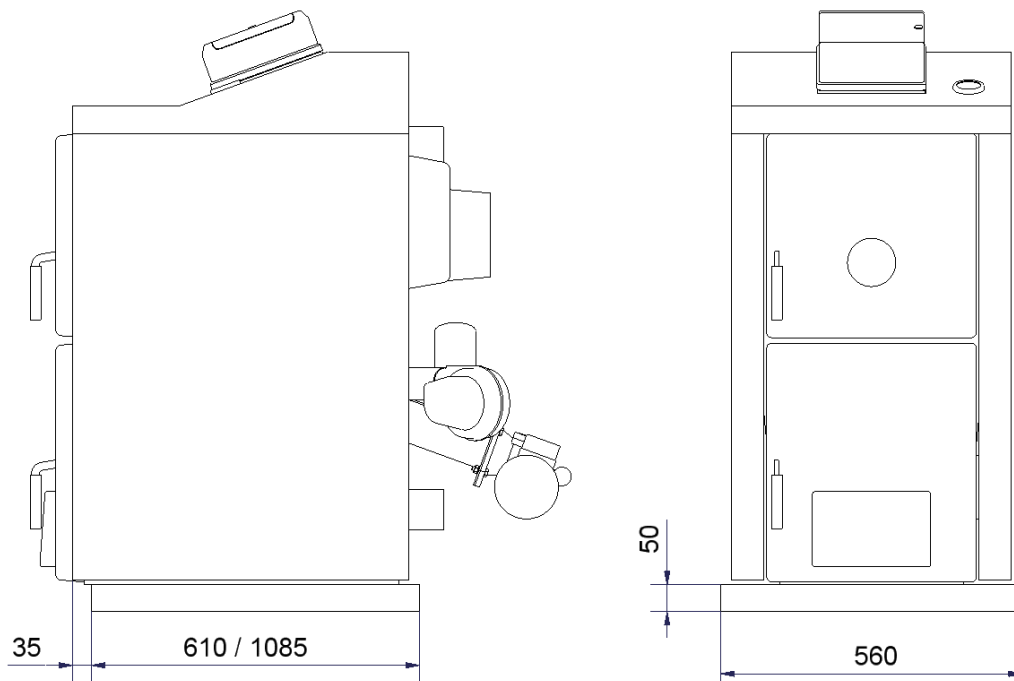

Fig. 5 Dimensions du socle se trouvant sous le corps de la chaudière (CEDRA ECO 24/48)
1. Emplacement sur un socle en matériau incombustible (voir la figure 5)
- **Important** ; l'avant de la chaudière doit dépasser le socle de 35 mm afin de pouvoir ouvrir librement la porte de cendrier (voir fig.5)
1. Placer le corps de la chaudière sur un socle (voir la figure 5).